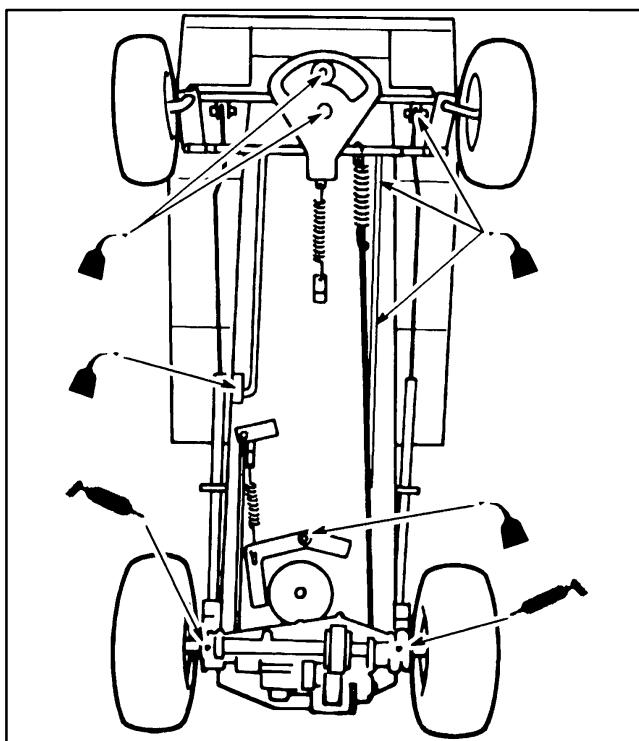
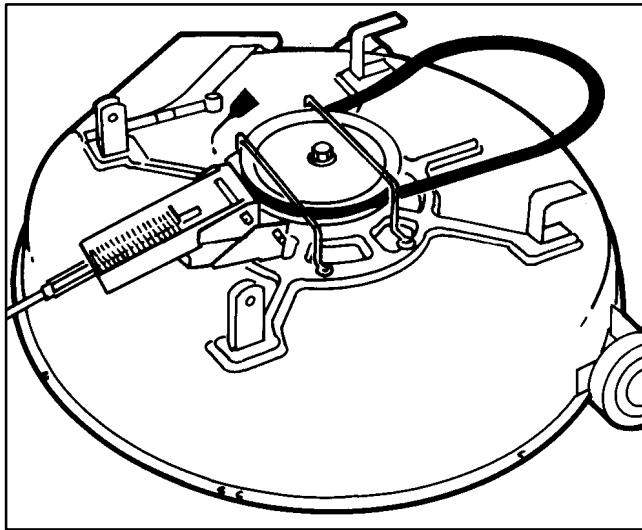

Abbildung 12
Abbildung 13
4. Die Hinterachse mit einem oder zwei Stößen Nr. 2 Allzweckschmierfett abschmieren. Die Schmiernippel befinden sich an der Innenseite der Hinterräder, unten am Getriebe (Abb. 12).
7. Die Gelenkpunkte an Lenkung, Antrieb, Bremse, Kupplung und Mähwerk – Gestänge mit einem leichten Maschinenöl ölen (Abb. 12). Ebenfalls das Mähwerk einölen (Abb. 13). Überflüssiges Öl abwischen.